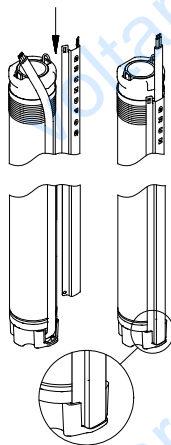

Рис. 9
2. Установите манжету кабеля в желобок кабельного штекера. Две лапки защитной планки кабеля должны войти в зацепление с верхней кромкой гильзы насоса, смотри рис. 9.